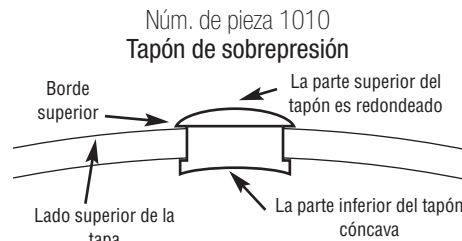

Fig. 7
6. TAPON PARA SOBRE-PRESION, PARTE No. 1010. (Ver. Fig. 7).
ciones libres de grietas, o que no se vuelva demasiado duro o deforme. Después de la limpieza vuelva a insertar el tapón de sobrepresión empujando el lado superior redondo en la abertura de la parte de afuera de la cubierta (Ver. Fig. 7).